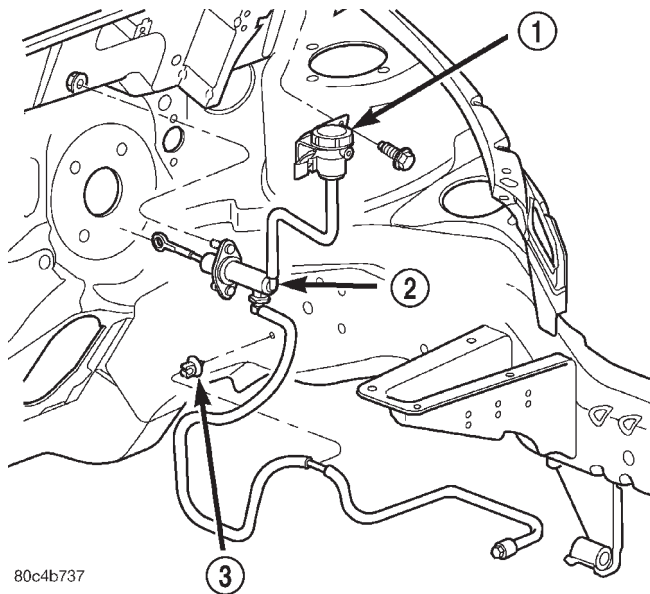

Fig. 17 Desmontaje e instalación del cilindro maestro de embrague
- (5) Retire la manguera hidráulica del retén de larguero izquierdo (Fig. 17).
- (11) Deslice el reforzador de freno hacia delante, lo suficiente como para poder acceder y retirar el cilindro maestro de embrague.
(12) Retire el depósito del cilindro maestro de embrague (Fig. 17).
(13) Desconecte del pedal de embrague el vástago del cilindro maestro de embrague. **Revise el retén de plástico. Si está roto o presenta cualquier tipo de deterioro, DEBE reemplazarse en el reensamblaje.**
(14) Retire las dos tuercas de retén del cilindro maestro de embrague.
(15) Retire el soporte de conector de tapón.
(16) Retire el cilindro maestro de su posición de instalación y, con cuidado, extraiga el tubo hidráulico del compartimiento del motor (Fig. 17). Si fuese necesario, afloje el módulo de ABS y purgue el conjunto de solenoide para tener el espacio necesario.